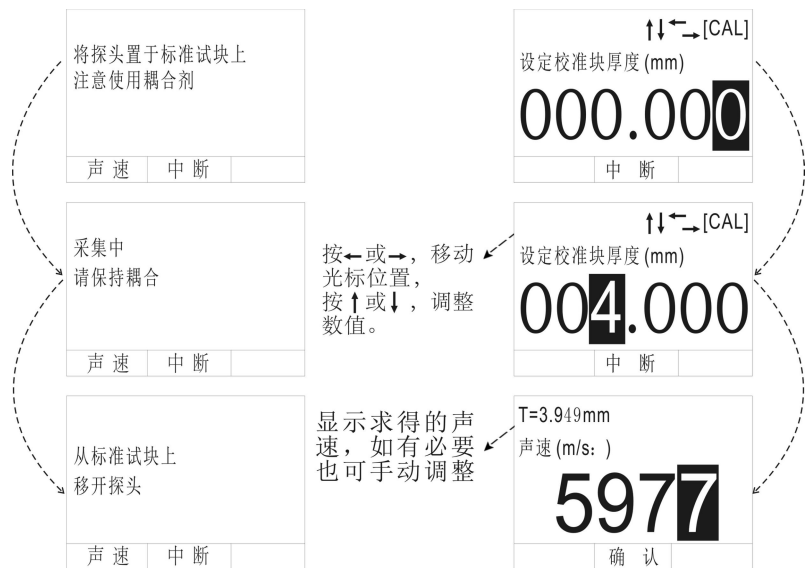

图 3.1 一点校准步骤
- ① 准备与被测物体成分相同的测试块，其表面适于测量。
- ② 用游标卡尺测量试块厚度。
- ③ 涂耦合剂于测试块表面。
- ④ 测量过程参照下图 3.1